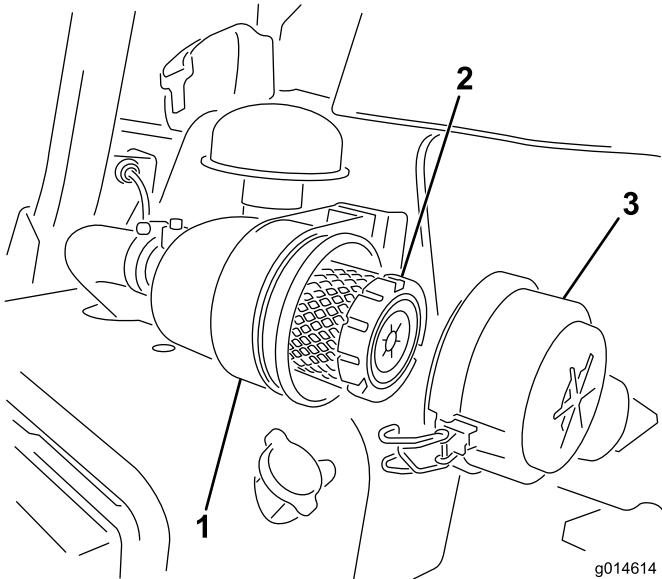

Figure 44
1. Desserrez les fixations qui maintiennent le couvercle sur le corps du filtre à air (Figure 44).
6. Fermez les verrous (Figure 44).